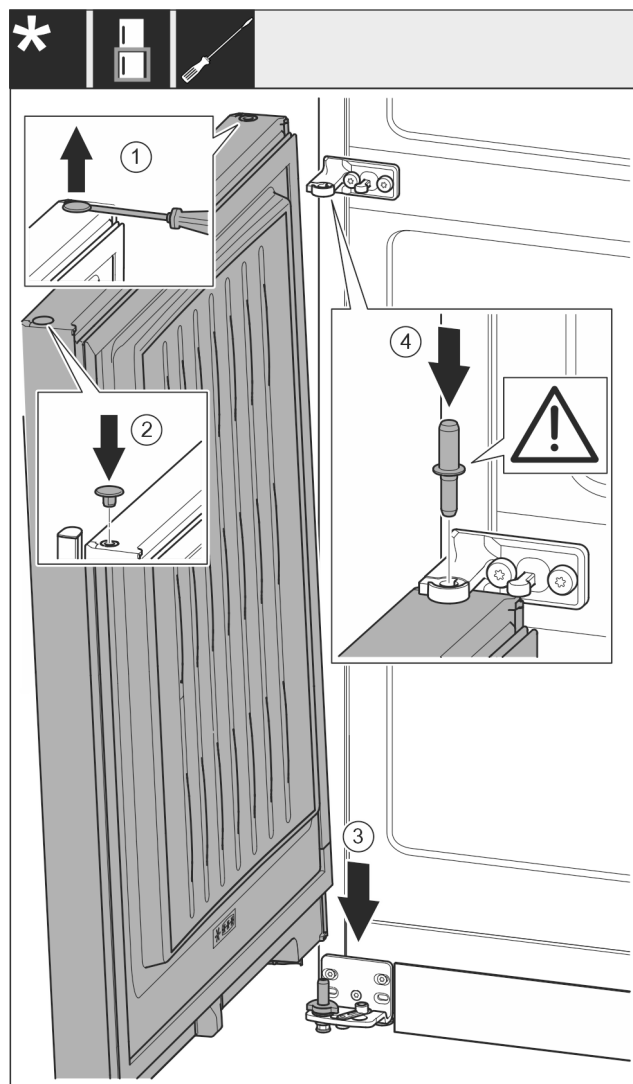

Fig. 55
- ▶ Óvatosan emelje meg a dugót Fig. 55 (1) lapos csavarhúzóval, és húzza ki.
- ▶ Tegye vissza a dugót Fig. 55 (2) az ajtó másik oldalára.
- ▶ Helyezze fel az ajtót Fig. 55 (3) felülről az alsó csapszegre.
- ▶ Helyezze a középső csapszeget Fig. 55 (4) a középső csapáglyakon keresztül az alsó ajtóba. Ügyeljen közben arra, hogy a reteszelő bütyök hátrafelé mutasson.